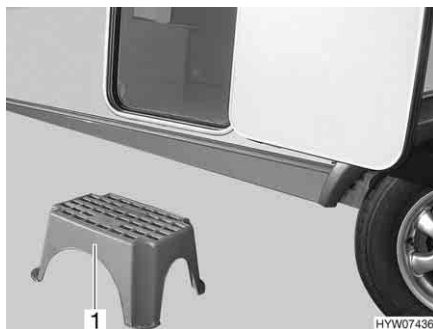

Fig. 14 Scalino di ingresso (non fissato all'interno)
- Collocare lo scalino di ingresso (Fig. 14,1) davanti all'entrata del caravan.